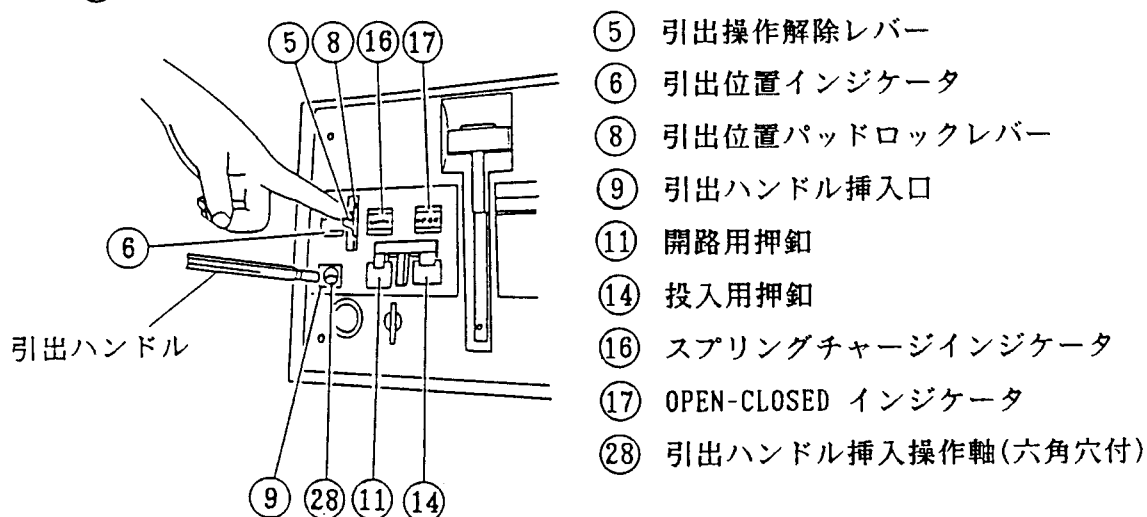

図 18. 引出ハンドル挿入口をあける方法
閉路(「CLOSED」)のときは、開路用押釦(図18 ㉓)を押して開路して下さい。
- 3) 引出操作解除レバー(図18 ㉑)を下側へ倒すと、引出ハンドル挿入口(図18 ㉑)のシャッターが開きます。
- 4) 引出ハンドルを引出ハンドル挿入操作軸(六角穴付)(図18 ㉒)に差し込み、反時計方向(銘板表示「OUT」方向)にまわすと、遮断器が引出されます。
このとき、引出操作解除レバー(図18 ㉑)は上側へ復帰しますが、そのまま、引出操作を進めて下さい。
引出位置インジケータ(図18 ⑥)は「TEST」を表示します。
#### 1-2. 試験位置から断路位置への引出(SHEET NO.27 図18参照)
- 1) 遮断器を試験位置に引出した後、再度引出操作解除レバー(図18 ⑤)を下側へ倒して下さい。
このとき引出操作解除レバー(図18 ⑤)は上側へ復帰しますが、そのまま引出操作を進めて下さい。遮断器が断路位置まで引出されると、「カチッ」と機械音がして、遮断器はロックされ、引出ハンドルはまわすことができなくなります。引出位置インジケータ(図18 ⑥)は「ISOLATED」を表示します。